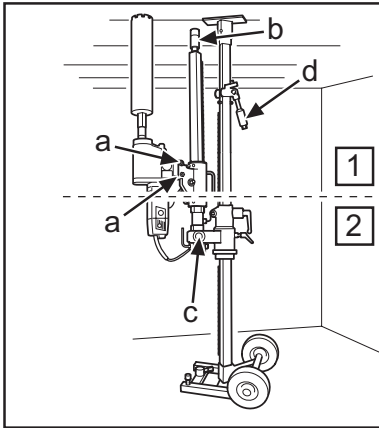

Fig.16
3. Montar la perforadora en la fijación rápida y apretar los tornillos de fijación (a) (fig.16) con una llave de 24 mm.
4. Comprobar que el tornillo de puntal (b) en la columna de perforación está enroscado. Levantar la columna de perforación y bloquearla con una tuerca de 30 mm (c) (fig. 16).
3. Monte a perfuradora na fixação rápida da caixa de alimentação, aperte os parafusos de fixação (a) (Fig. 16) com a chave de 24 mm.
4. Verificar se o parafuso de escora (b) na coluna de perfuração está na posição enroscada. Levantar e bloquear a coluna de perfuração com porca de 30 mm (c) (Fig. 16).
3. Fit the drilling machine in the quick-action attachment, tighten the locking screws (a) (Fig.16) with a 24 mm spanner.
4. Check that the support column screw (b) in the drill column is screwed in. Fold up and lock the drill column with nut 30 mm (c) (Fig. 16).
6. Enroscar el tornillo de puntal en el techo para fijar la columna de perforación y fijarlo con una tuerca de seguridad de 30 mm (a) (fig.16). Utilizar una regla de madera como separador.
6. Enroscar o parafuso de escora contra o teto para fixar a coluna de perfuração, e fixá-lo com a porca de segurança de 30 mm (b) (Fig. 16). Usar um calço de madeira ou similar como separador.
6. Screw in the support column screw against the ceiling to secure the drill column in position, secure with the locking nut 30 mm (b) (Fig.16). Use a wooden batten as packing.